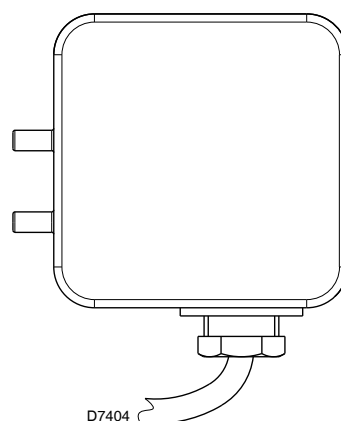

图 17
- 调节风压开关（图 17）到量程的起始位置。
应在完成所有上述燃烧器调节后再调节风压开关（图 17），此时风压开关应设定在量程的起始位置。